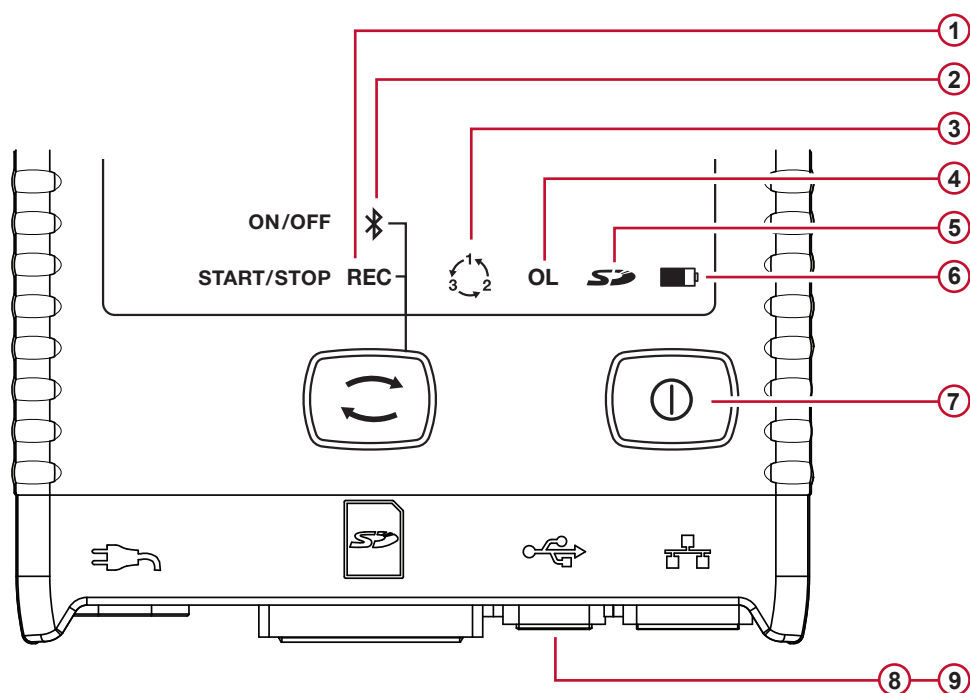

Figura 9
- El piloto REC verde (n°1 en la Figura 9) se enciende 3 s y el piloto Bluetooth azul (n°2 en la Figura 9) se enciende también y se alternan sucesivamente durante 3 segundos cada uno. Mientras cada uno de estos botones está encendido, Vd. puede definir su función como se indica a continuación.